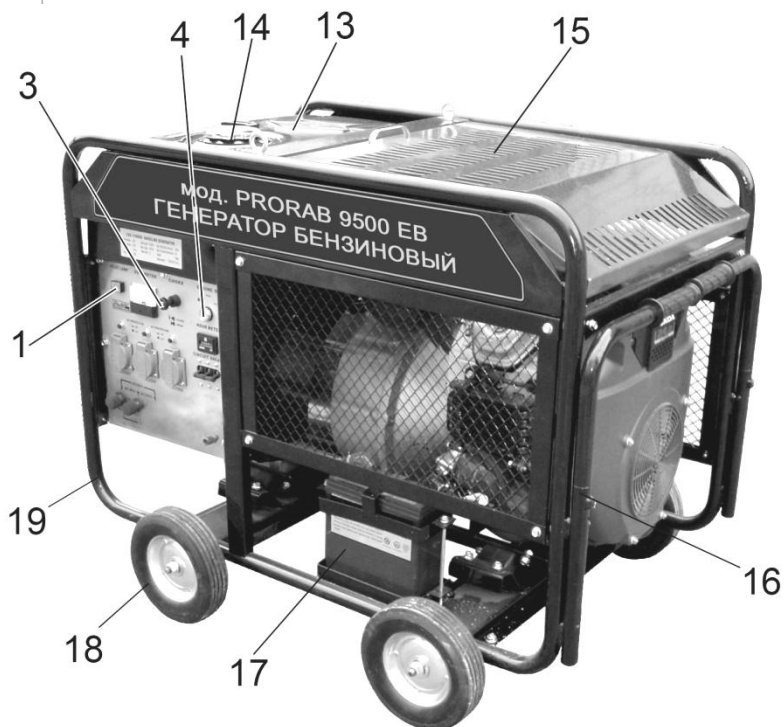

Рис. 1
- Выключатель двигателя (4)(См. Рис.1) управляет системой зажигания.
- Выключатель переменного тока (6)(См. Рис.1) автоматически отключается при превышении нагрузки, на которую рассчитан генератор.
- Окрутите крышку топливного бака (14)(См. Рис.1). Проверьте уровень топлива.
Любой заземлитель должен быть погружен в землю до влажных слоев грунта. На заземлителях должны быть оборудованы зажимы или другие устройства, обеспечивающие надежное контактное соединение провода заземления с заземлителем. Противоположный конец провода соединяется с клеммой заземления генератора (9)(См. Рис.1). Сопротивление контура заземления должно быть не более 4 Ом. В качестве заземлителей запрещено использовать находящиеся в земле металлические трубы системы водоснабжения, канализации или металлические каркасы зданий.